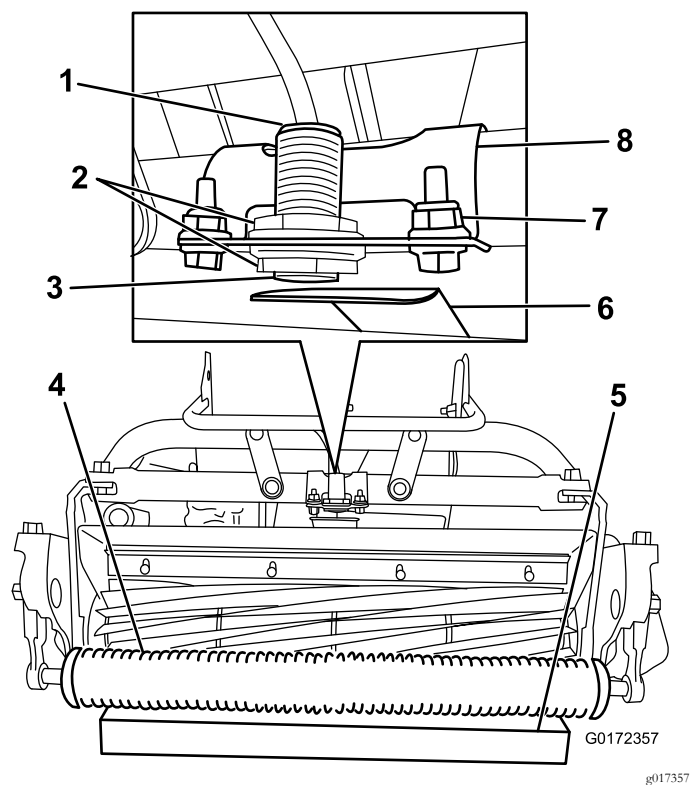

Figure 18
2. Desserrez les écrous de blocage du capteur et réglez le capteur de sorte qu'un filet soit visible en dessous de l'écrou de blocage inférieur (Figure 18).
4. Placez un bloc de 3,8 cm sous le rouleau avant du plateau de coupe (Figure 18).
5. Desserrez les fixations qui maintiennent le support de capteur sur le cadre (Figure 18).
8. Tournez le support du capteur vers la plaque cible jusqu'à ce que le voyant en haut du capteur s'allume (Figure 18). S'il était déjà allumé, tournez le support du capteur à l'opposé de la plaque cible jusqu'à ce que le voyant s'éteigne, puis ramenez-le vers la plaque cible jusqu'à ce que le voyant se rallume.